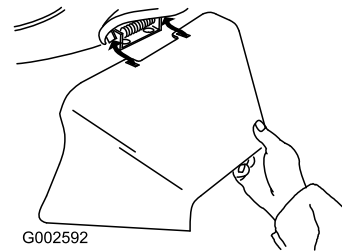

Figura 36
3. Instale el conducto de descarga lateral y cierre la puerta sobre el conducto (Figura 36).